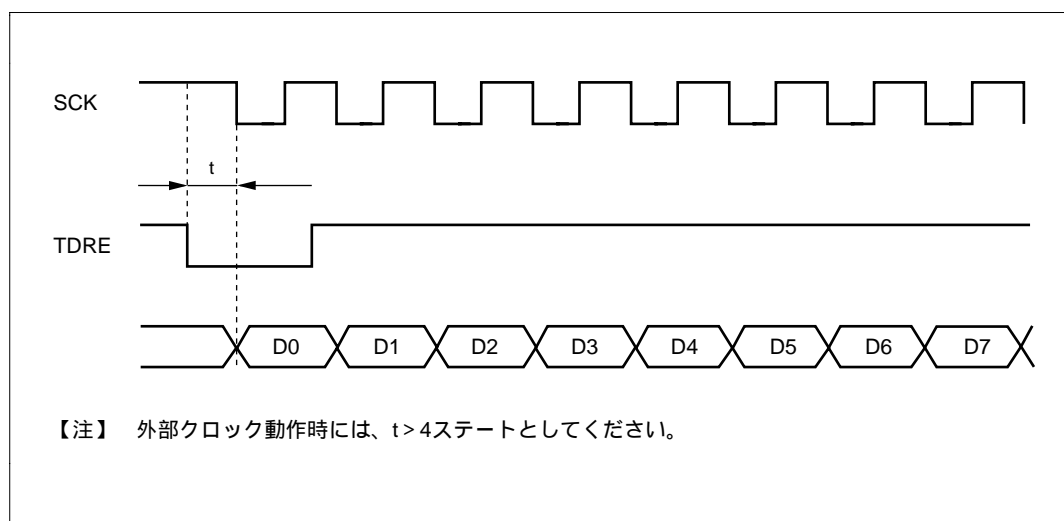

図 13.22 DMAC によるクロック同期式送信時の例
- (1) 同期クロックに外部クロックソースを使用する場合、DMAC による TDR の更新後、クロックで 5 クロック以上経過した後に、送信クロックを入力してください。TDR の更新後 4 ステート以内に送信クロックを入力すると、誤動作することがあります(図 13.22)。
- (2) DMAC により、RDR のリードを行うときは必ず DTCR の DTS2~0 ビットで起動要因を当該 SCI の受信完了割り込み (RXI) に設定してください。